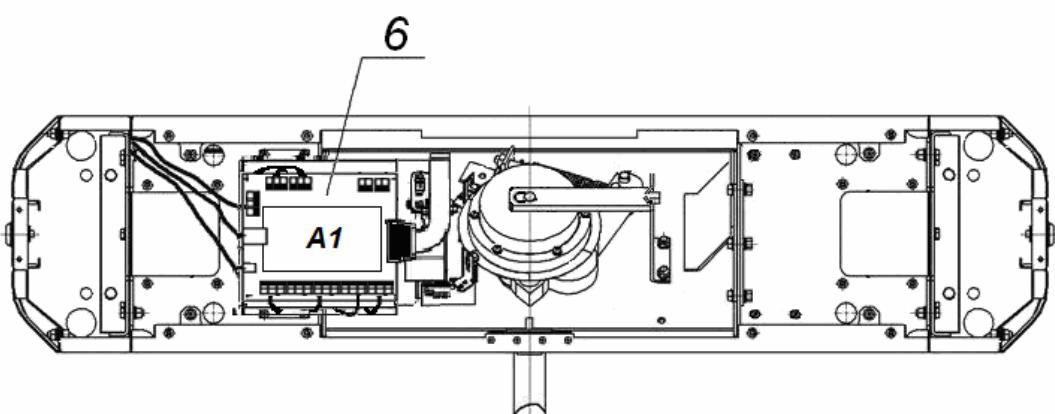

Рисунок 10. Схема прокладки кабелей в стойке ЭП
6. Подготовьте в полу отверстия под гильзы анкеров для крепления стойки ЭП. Установку и крепление стойки производите после прокладки всех кабелей в кабельном канале и внутри стойки. Схема прокладки кабелей в стойке показана на рис. 10.
7. Демонтируйте боковые заглушки (10), открыв ключом замки (11).
9. Снимите крышку стойки ЭП (3), открыв ключом замок (4) (см. разд. 6).
10. Протяните кабели внутри стойки. Рекомендуемое расположение кабелей при прокладке внутри стойки показано на рис. 10.
14. Выполните заземление стойки ЭП в соответствии с требованиями ПУЭ («Правила устройства электроустановок»). Контакт заземления **Z1** (8, рис. 10) находится за боковой заглушкой стойки (10). Для крепления кабеля заземления на контакте используйте гайку M4.